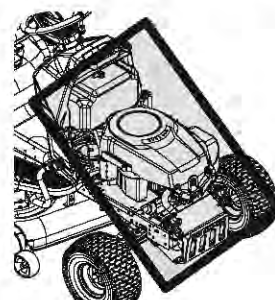

Figure 32
- Nettoyez les pièces sous le capot : le collecteur d'échappement et les fusibles, le câblage électrique et les faisceaux, le tuyau du silencieux, le pare-chaleur du silencieux, les grilles d'entrée d'air du moteur et les ailettes de refroidissement, entre autres. Voir Figure 32.